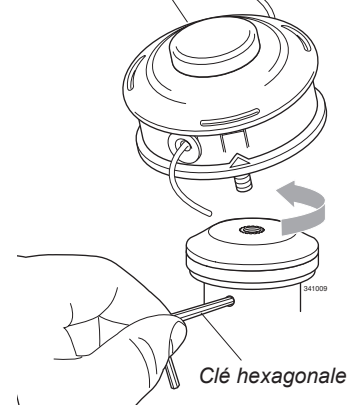

Figure 17
4. En utilisant la clé hexagonale pour maintenir le support A, installer et serrer la tête de coupe à la main (en sens contraire des aiguilles d'une montre pour l'installer). Voir figure 17.